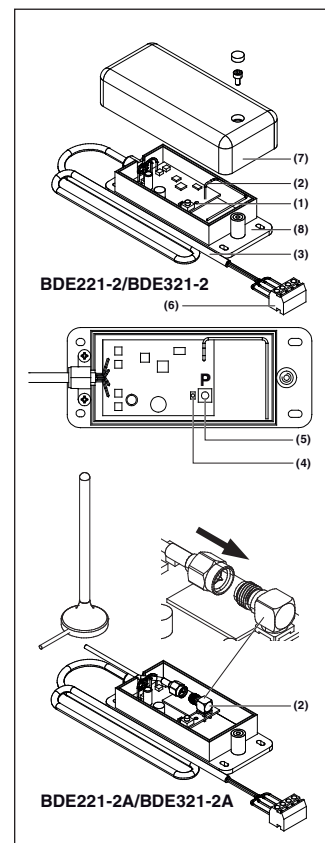

Fig. 1
2.1 Empfänger BDE221-2 / BDE221-2 A / BDE321-2 / BDE321-2 A (Fig. 1)
2.1 Récepteur BDE221-2 / BDE221-2 A / BDE321-2 / BDE321-2 A (fig. 1)